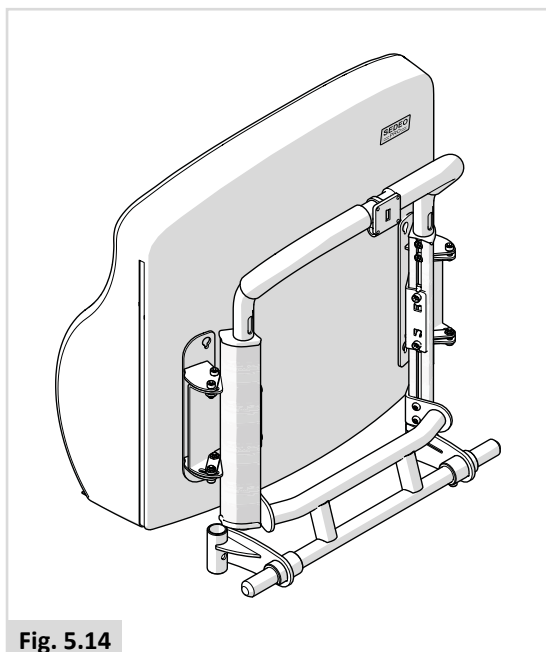

Fig. 5.14
- Sedeo Pro Flexibel ryggdyna (Fig. 5.14)